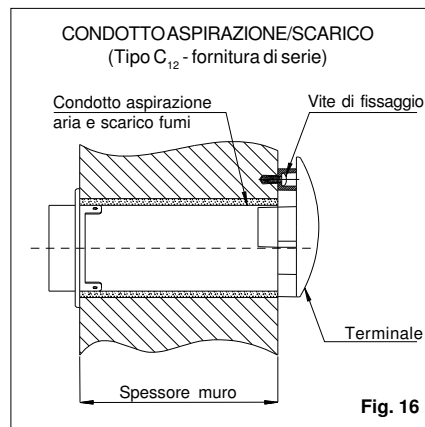

Fig. 16
Inserire sul condotto stesso il terminale antivento esterno e segnare la posizione del foro di fissaggio per tassello ad espansione da eseguire sulla parete (fig. 16). Dopo aver eseguito il foro, reinserire il terminale e fissarlo definitivamente, controllandone la stabilità.
- misurare con precisione lo spessore del muro. Questa misura corrisponde alla distanza tra la flangia e il punto in cui dovrà essere tagliato il condotto (fig. 16)